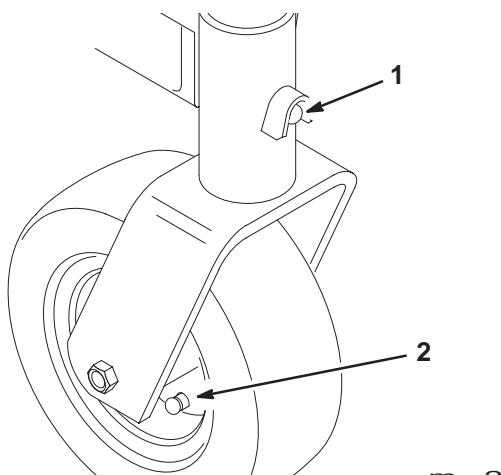

Bild 25
3. Fetten Sie die Schniernippel der Befestigungsrohre am Chassis und an den Laufrädern ein (Bild 25).